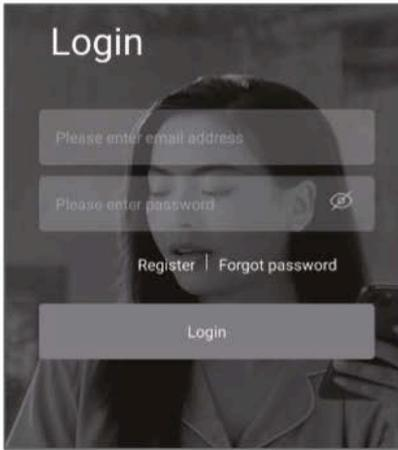

Abbildung 3. Anmeldung
- Installiere AnytimeWell (Yuwell Anytime) und öffne die App. Wenn du sie zum ersten Mal verwendest, folge der Bildschirmaufforderung, um dein Konto zu erstellen. Verwende deine E-Mail-Adresse als Kontonummer und lege ein Passwort an, um die Registrierung abzuschließen (siehe Abbildung 3). Für die normale Nutzung melde dich mit deiner E-Mail-Adresse und deinem Passwort an. Klicke dann auf „Login“, um dich in dein Konto einzuloggen.